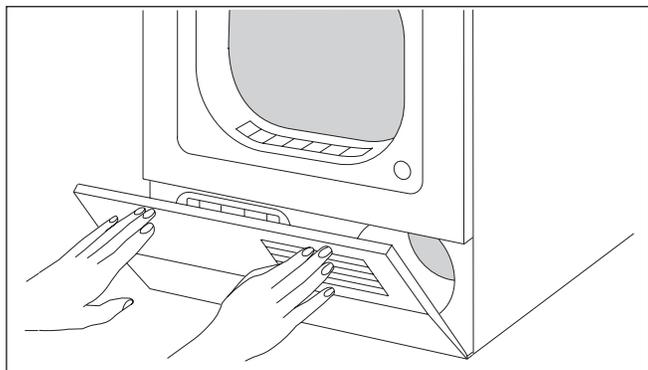

Figure 9.
10. Fermer le panneau d'arrivée/échangeur de chaleur en pressant fermement sur les côtés supérieurs gauche et droit, jusqu'à ce qu'il s'enclenche, tel qu'il est indiqué à la figure 9.